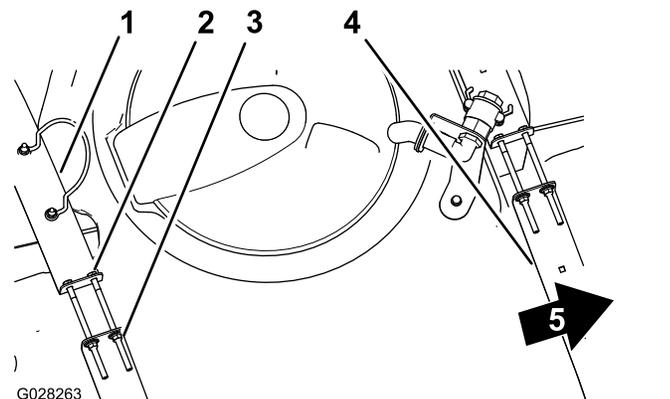

Figura 20
2. Verificate l'eventuale presenza di movimento tra le fasce del serbatoio e il serbatoio stesso (Figura 20).
- Se le fasce risultano lente sul serbatoio, stringete i dadi di bloccaggio flangiati e i bulloni sulla parte superiore delle fasce fino a quando queste non sono pari alla superficie del serbatoio (Figura 20).